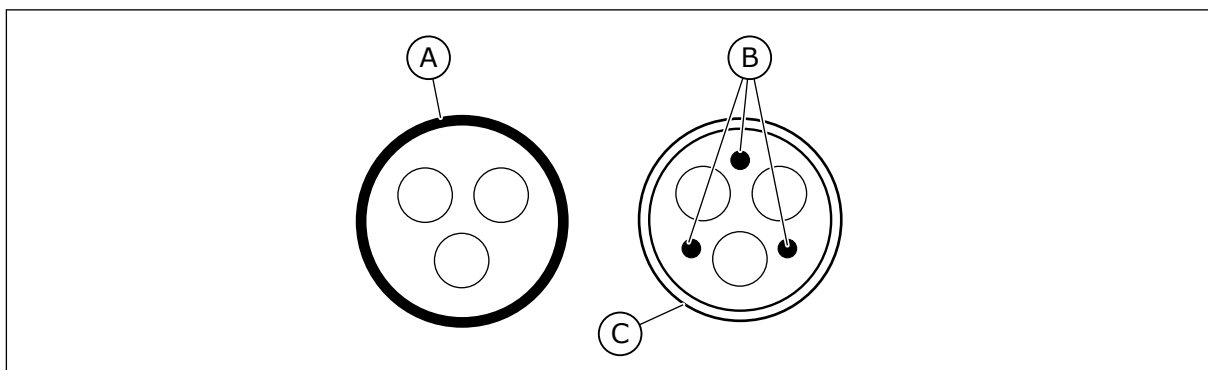

Fig. 36: Cavi con conduttori PE
2. Un cavo di alimentazione simmetrico con filo di protezione concentrico. Un cavo per la tensione della rete elettrica specifica. Si consiglia un cavo MCMK. Vedere Fig. 36.
3. Un cavo di alimentazione simmetrico con schermatura compatta a bassa impedenza. Un cavo per la tensione della rete elettrica specifica. Si consiglia un cavo MCCMK o EMCMK. Si consiglia un cavo con impedenza di trasferimento (1 - 30 MHz) di massimo 100 mΩ/m. Vedere Fig. 36. \* = Per il livello EMC C2, è necessaria una messa a terra a 360° della schermatura con le tenute cavo lato motore.